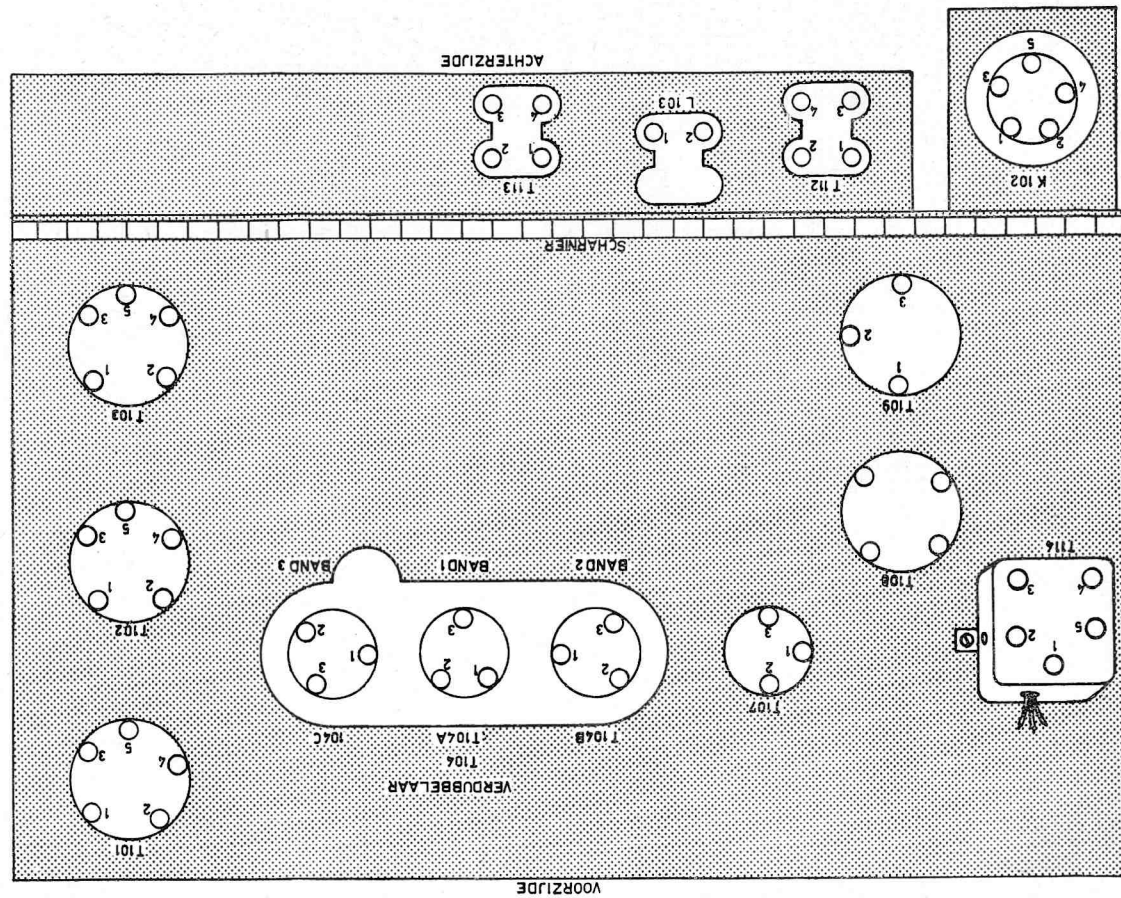

Fig. 63. Zender, aansluitpunten der transformatoren en relais K102.
- (1) Gelijktroomweerstand van transformatoren en spoelen (zie fig. 63).